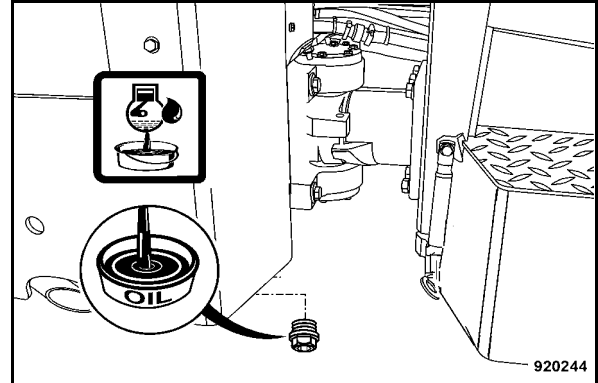

Fig. 134
- Dévisser le bouchon de vidange (Fig. 134) et laisser écouler l'huile.